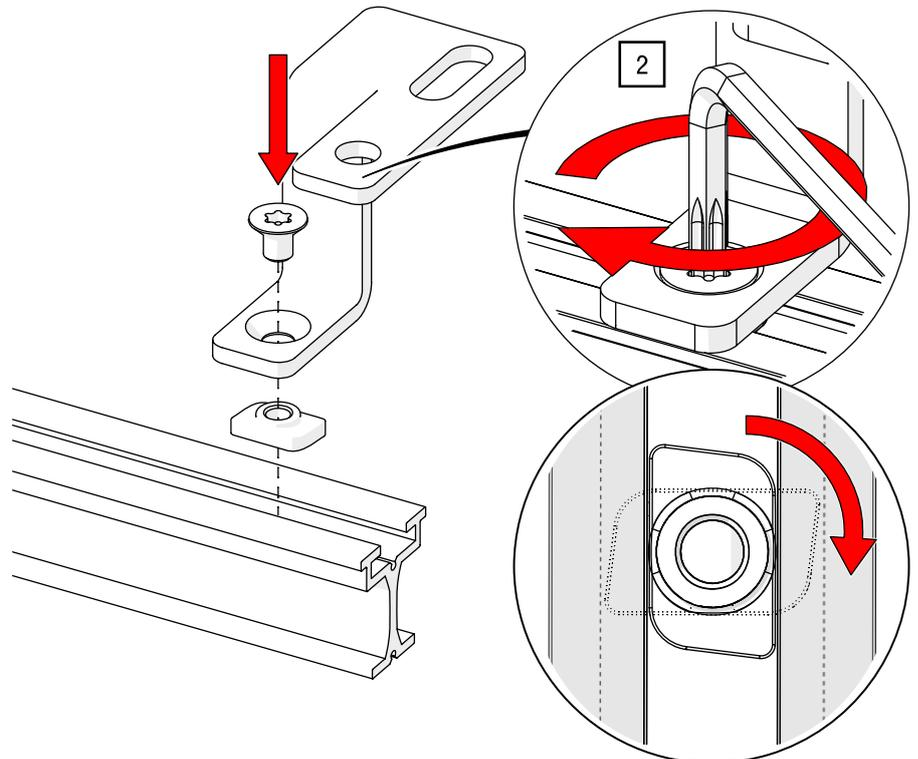

Abb. 70: Seilführung montieren – Montage mit Nutenstein
2. Montieren Sie das Seilführungsblech mit dem Nutenstein und TORX®-Schlüssel T40 und 27 Nm an der Schiene (siehe Abb. 70).